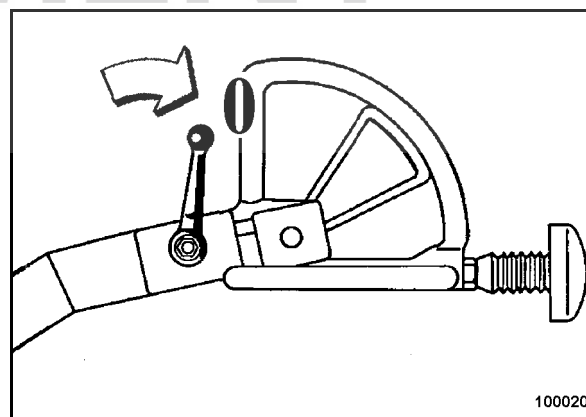

fig. 21
- Placer le levier de vibration (fig. 21) sur position "0".